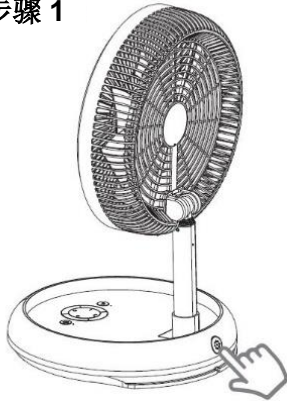
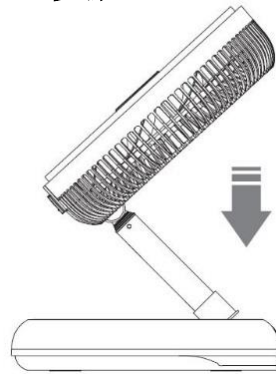

Figure 7
Figure 8
- 手扶机头按下按钮解锁 (如图 7)，再将伸缩杆收缩到位后折叠收起风扇 (如图 8)。